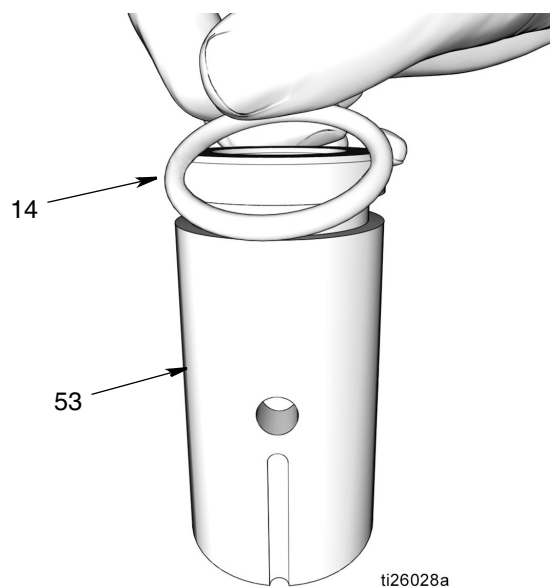

FIG. 43
- Utiliser un chiffon propre pour essuyer le manchon de l'élément de pompe (53) et supprimer toute saleté ou tout contaminant. Examiner la surface et rechercher d'éventuels rayures ou dégâts.
- Appliquer une mince couche de graisse sur le joint torique (14). Monter le joint torique sur le manchon de l'élément de pompe (d) (FIG. 43).